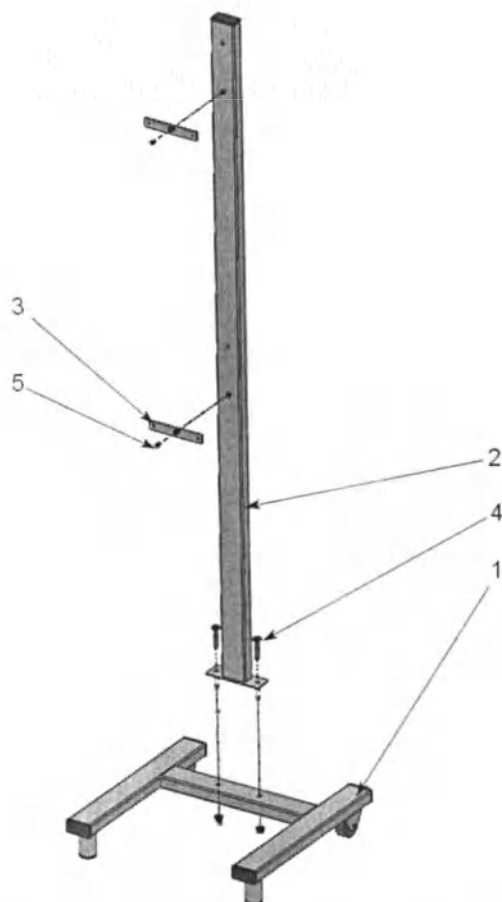

Рисунок 7. Передвижная стойка для облучателя серии РВ
Сборка показана на рис. 7. Закрепить две планки (3) к штанге (2) двумя винтами (5) с потайными головками М4х10.